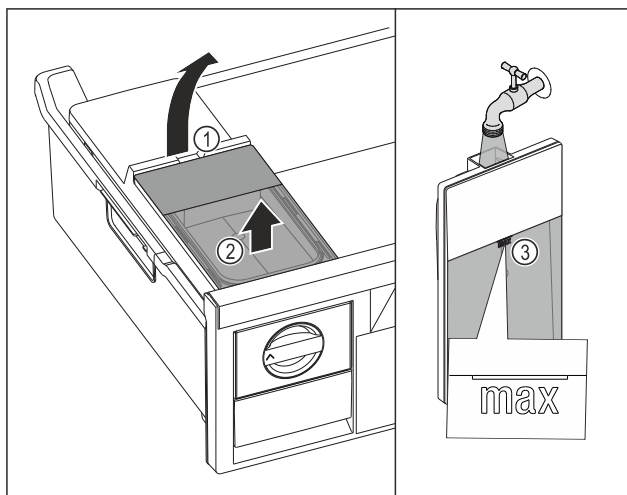

Fig. 29
- ▶ Zbiornik wody unieść za wycięcia Fig. 29 (1).
- ▶ Wyjąć zbiornik wody do góry. Fig. 29 (2)
- ▶ Zbiornik wody napełnić wodą pitną aż do oznaczenia Fig. 29 (3).